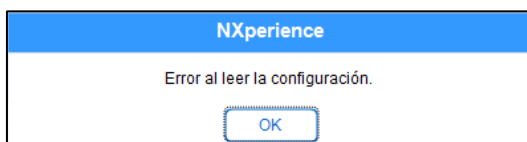

Fig. 58 – Error al leer la configuración
- e. Si el **NXperience** presentar error mientras la lectura de la configuración, como muestra la Fig. 58, y la pantalla del dispositivo está apagada, se debe intentar el procedimiento descrito a continuación: